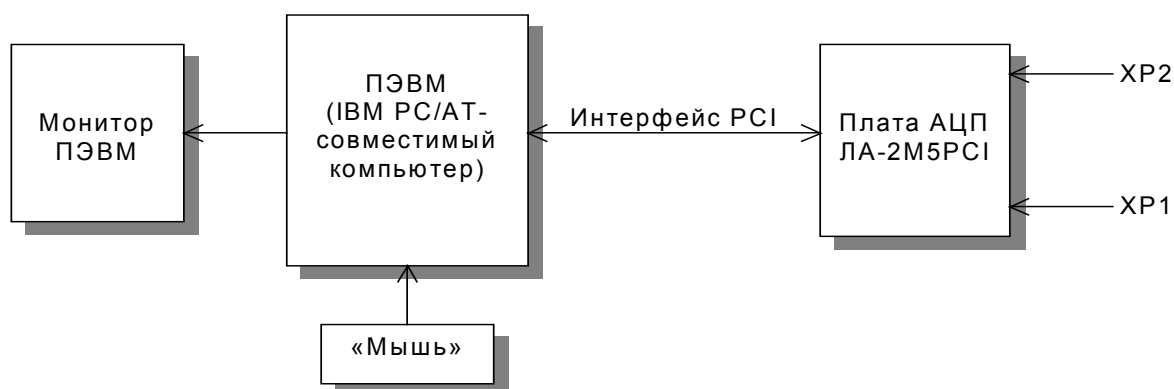

Рис. 5. 1
5.5.1. Структурная схема взаимодействия составных частей прибора показана на Рис. 5. 1.
Функциональная схема платы ЛА-2М5РСІ показана на рисунке (Рис.5. 1). Плата содержит следующие независимые узлы: аналогово-цифровой канал (АЦК), счётчик-таймер, опорный кварцевый генератор, программируемый делитель частоты, цифровой порт ввода/вывода, внутренний интерфейс управления и конфигурации, интерфейс РСІ и вторичный источник питания.